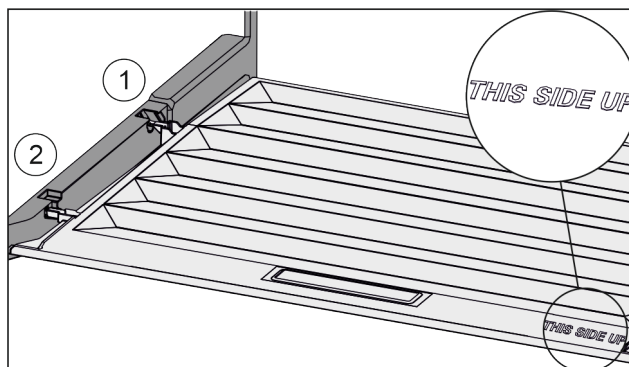

Fig. 73
- ▶ Sätt in lockbygeln över öppningen för den bakre hållaren Fig. 73 (1) och fäst den framtill i hållaren Fig. 73 (2).